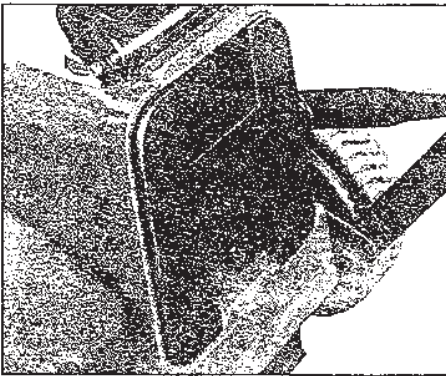

Figure 4-3: Embout de hachage installé.
3. Placez l'embout avec le mot "TOP" ("HAUT") vers le haut et appuyez fermement sur l'embout de hachage pour l'insérer dans l'orifice d'évacuation (Figure 4-3).
4. Le bord de l'embout doit s'encaster parfaitement dans l'orifice d'évacuation pour garantir un hachage efficace (Figure 4-3).